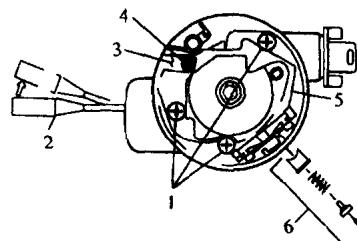

图 1-7 转向灯开关的拆卸
- 14) 卸下多功能转换杆及紧急信号开关总成(见图 1-7)。